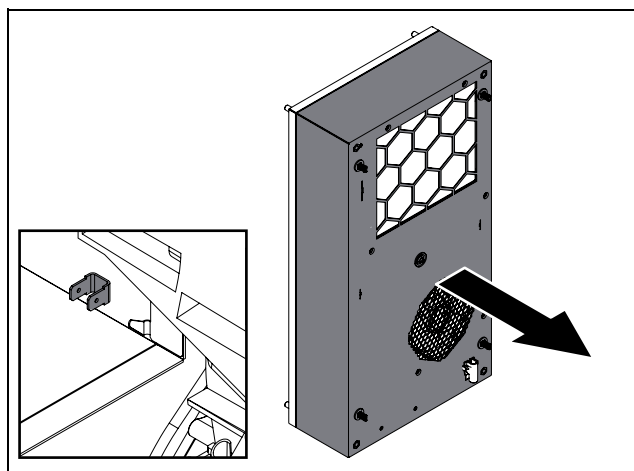

Fig. 61: Conexão do condutor de aterramento (ilustração de exemplo)
- Antes de colocar a tampa por completo no painel traseiro, certifique-se de que o conector do condutor de aterramento esteja corretamente encaixado na tampa (fig. 61).